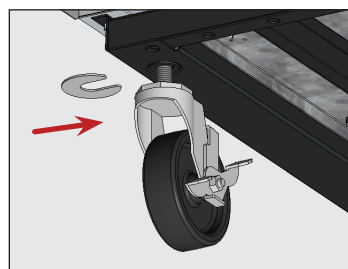

Figure 9. Insérez la ou les cales de roulette, en vous assurant de bien serrer la tige de la roulette.
5. Sur le bas de l'appareil, desserrez suffisamment le boulon de la roulette pour faire glisser les cales de roulette fournies entre le roulement à billes de la roulette et le rail inférieur de l'appareil. Voir Fig. 9.
6. Posez le nombre de cales voulu. Voir Fig. 9.